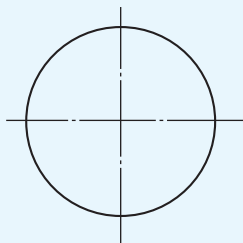

图 1-1-18 真题精选图 1
13.【2023·甘肃】(绘图题)作出图 1-1-18 所示圆的内接正六边形,要求保留作图线。